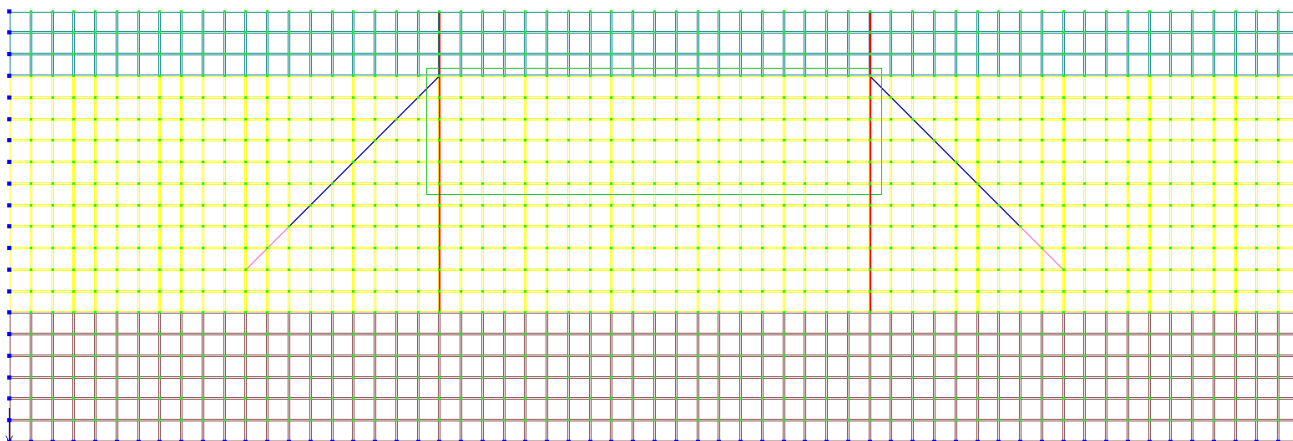

Рис.10.22. Выделение элементов 2-го слоя основания внутри ограждения
- С помощью курсора выделите 5 верхних рядов элементов 2-го слоя основания внутри элементов ограждения растягиванием резинового окна слева направо, как показано на рис.10.22.